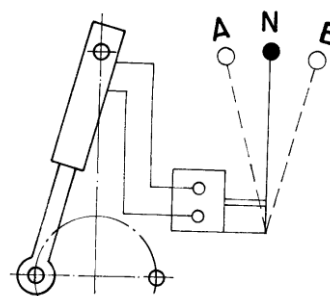

Рисунок 14
- установить рычаг управления в положение В (рис.14) - рама плуга поворачивается на 180°,
- после выполненного поворота рычаг управления установить в положение N (рис. 14).